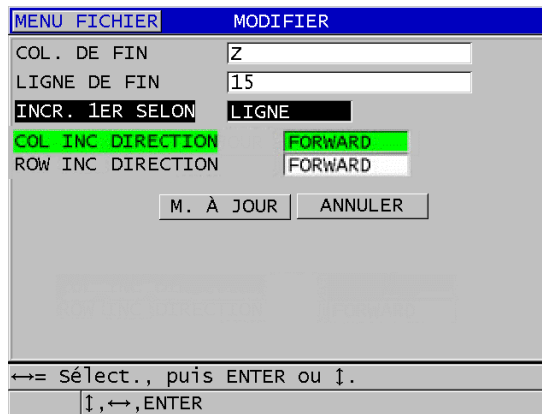

Figure 11-19 Affichage de la fenêtre de modification de grille
4. Pour un fichier grille, sélectionnez **CONTINUER**, puis à la deuxième page de l'écran **MODIFIER**, faites ce qui suit (voir la Figure 11-19 à la page 212) :